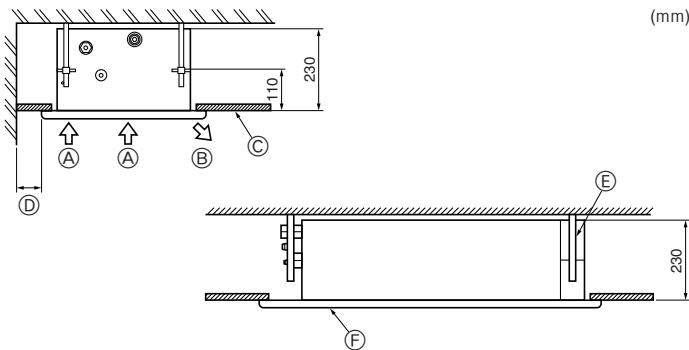

Fig. 2-2
2.2. Χώρος για τη συντήρηση (Fig. 2-2)